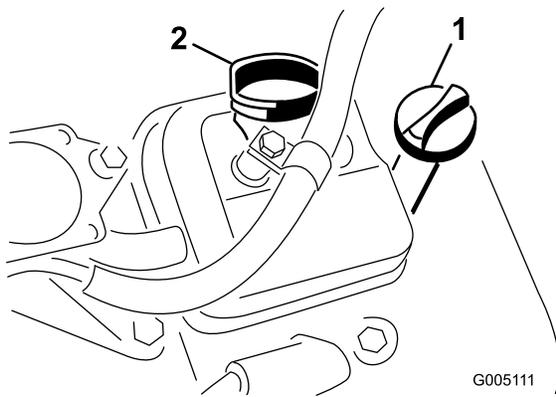

図 21
3. ディップスティックを、チューブの根元までもう一度しっかりと差し込む【図 21】。